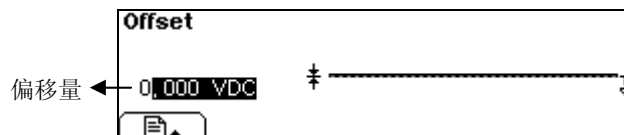

图 2-77
- (1). 按 **Utility** → 直流开/关 → 直流关，关闭直流输出，恢复任意波形输出；
- (2). 按下任意功能键，将波形输出设置恢复为任意波形输出，此时直流选项自动关闭。切换为图形显示模式，查看波形参数，如图 2-77。